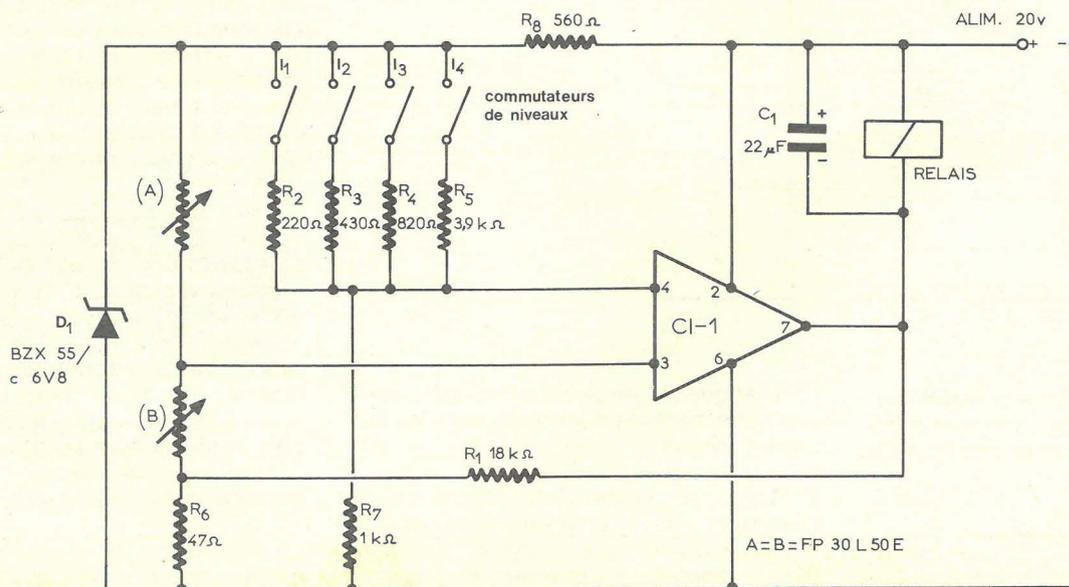

Figure 1
Voici aux figures 1 et 2, les schémas proposés par Siemens dans la revue « Composants électroniques » n°3 de septembre 1974.
Le relais miniature REL de la figure 1, de 970  $\Omega$  est du type suivant : V23016 - C0006 - A101.
Revenons aux figures 1 et 2. Deux magnéto-résistances (A) et (B) sont montées dans la capsule manométrique permettant de régler le niveau à quatre valeurs prédéterminées par programmation, entre 114 et 260 mm. Ces quatre valeurs correspondent aux contacteurs  $I_1$  à  $I_4$  et les résistances  $R_2$  à  $R_5$  qui leur sont associées. D'autres valeurs intermédiaires sont admissibles pour réaliser un nombre quelconque de niveaux, entre 90 et 260 mm.
Caractéristiques du montage Figures 1, 2, 3